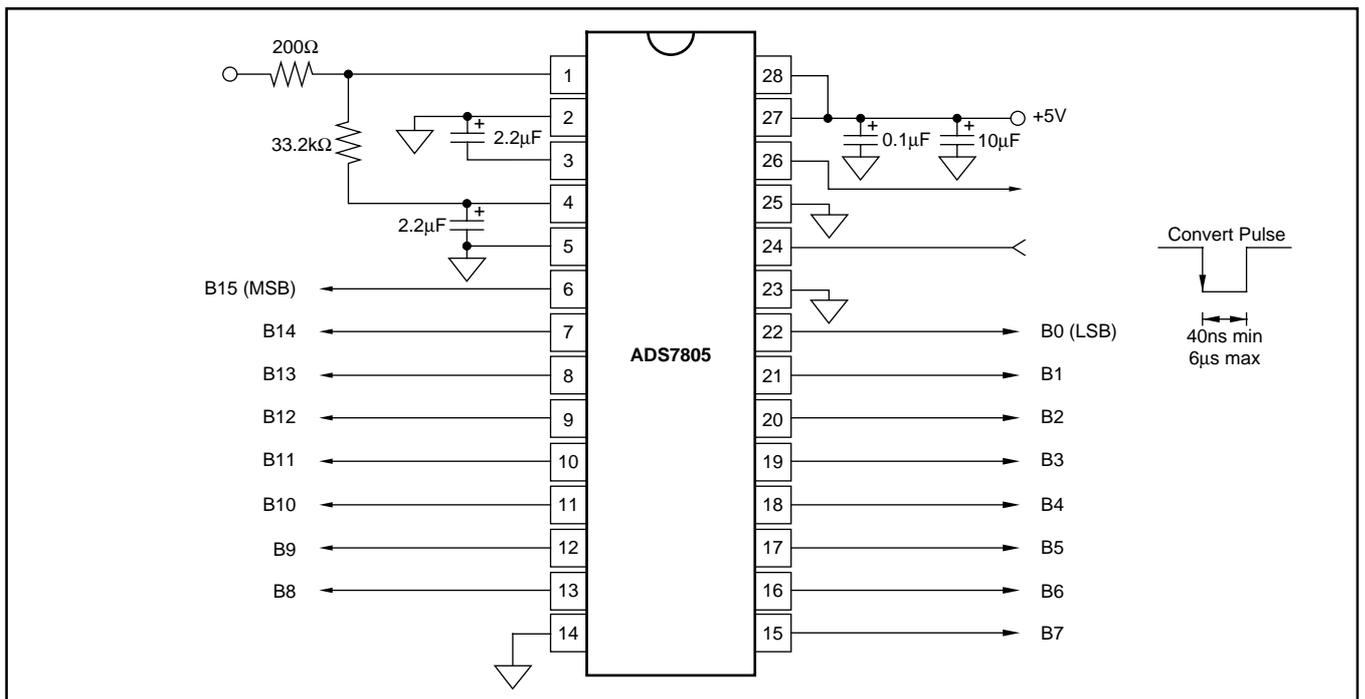

図1. 基本操作
注：(1) 1LSBは最下位ビットを意味します。16ビット、 $\pm 10\text{V}$ 入力のADS7805の場合、1LSBは $305\mu\text{V}$ です。(2) フーストケースの遷移および温度における標準的なrmsノイズ。(3) 図1に示す固定抵抗で測定されます。外付けポテンショメータでゼロに調整できます。(4) フルスケール誤差は、トリムされないフルスケールまたは+フルスケールのワーストケース値と、理想的な最初および最後のコード・トランジションとの偏差を、遷移電圧で除算(フルスケール・レンジで除算しない)した値で、オフセット誤差の影響が含まれます。(5) 単位がdBのすべての仕様はフルスケール $\pm 10\text{V}$ 入力を基準にしています。(6) フルパワー帯域幅は信号(雑音+歪)比が60dB、すなわち10ビット精度に低下したときのフルスケール入力周波数で定義されます。(7) フルスケールの2倍の過電圧が印加された後、仕様に規定された性能に復帰するまでの回復時間。
図1に、ADS7805をフル・パラレルデータ出力で操作する場合の基本回路が示されています。R/C(ピン24)を最低40ns(最大7μs)“ロー”にすることによって変換が開始され、BUSY(ピン26)が“ロー”になります。BUSYは変換が完了し出力レジスタが更新されるまで“ロー”が維持されます。データはピン6をMSBとする2の補数バイナリ・フォーマットで出力されます。BUSYの立ち上がりエッジでデータをラッチすることができます。BUSYが“ロー”の間は、すべての変換コマンドが無視されます。